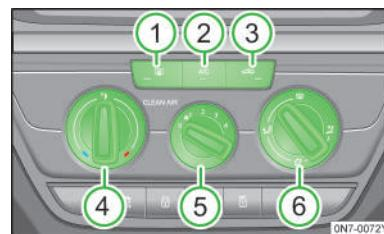

图 103
- 旋转鼓风机旋钮 **[5]** » 图 103，设定鼓风机转速。